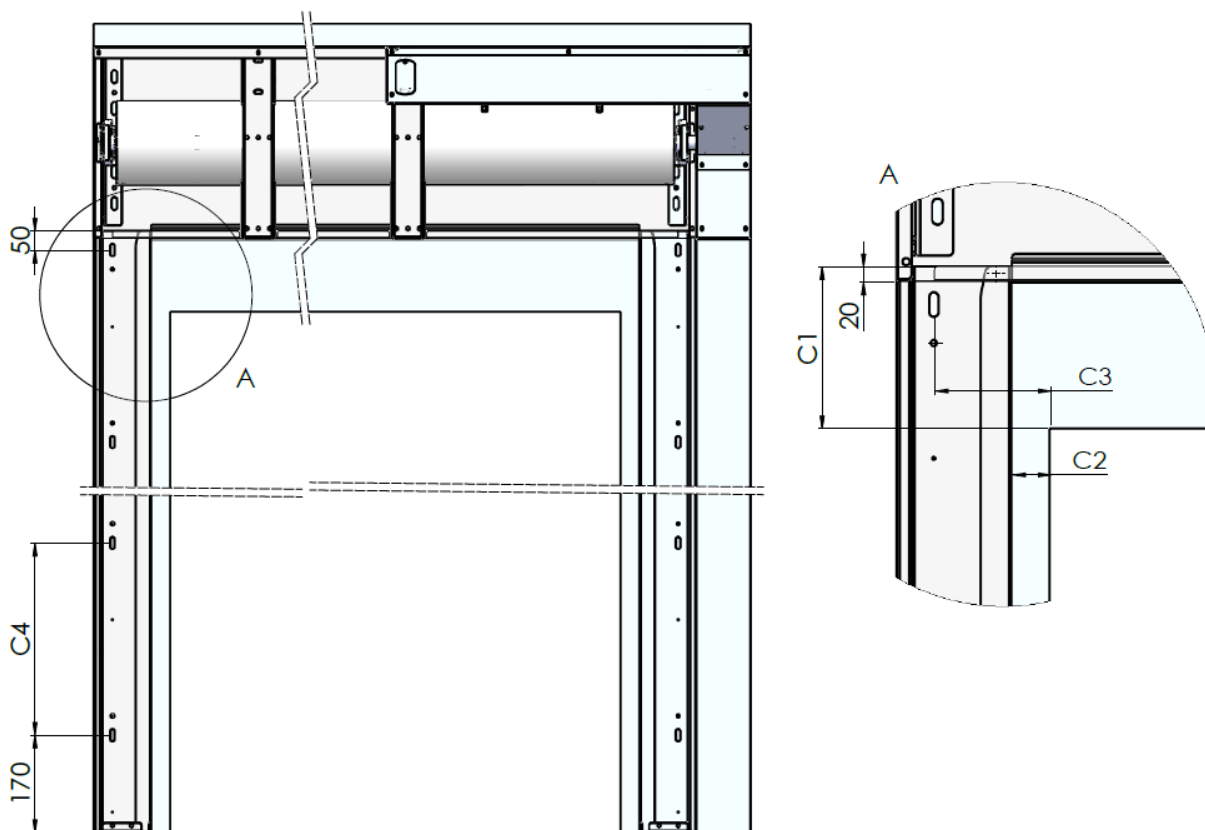
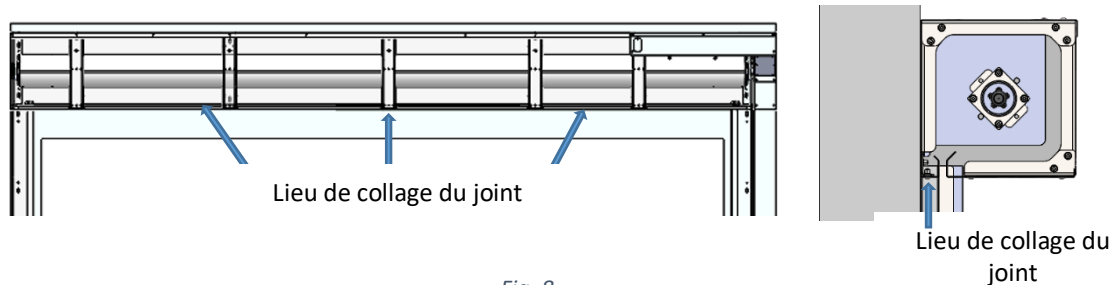

Fig. 5
Fig. 8
- Fixez les ancrages à une distance de C3 et C4 du bord du trou. Le guide doit être positionné à une distance de C2 du bord du trou d'ouverture (voir tableau 4 et figure 8). Insérer les guides dans le logement de l'arbre à une profondeur de 20 mm (voir fig. 5, détail A).
Pour le montage mural - Coller le joint sur le coffre du côté du mur. Coller le joint sur toute la largeur entre les guides (voir figure 8).